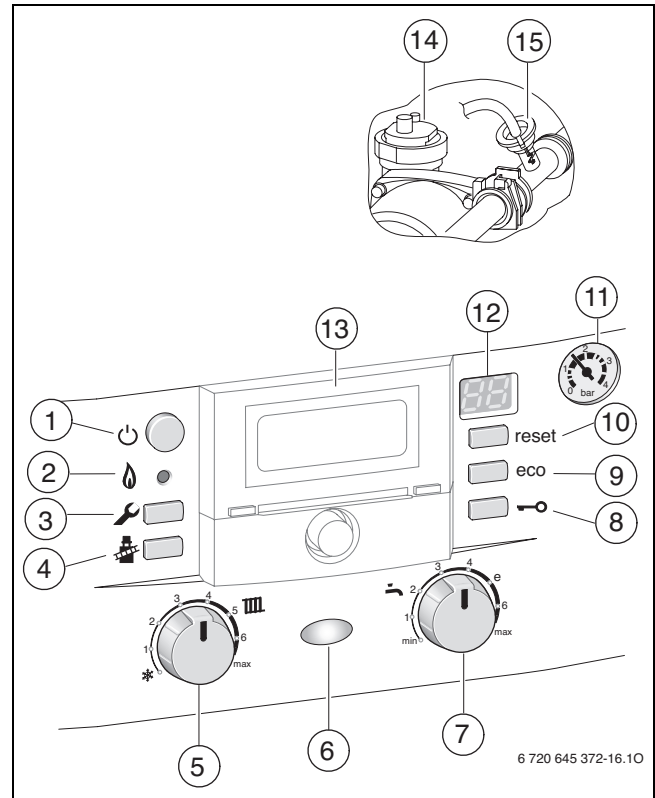

Bild 42 Übersicht der Bedienelemente
- Schlauch vom Entlüftungsventil (→ Bild 42, [15]) in ein Gefäß (z. B. Flasche) leiten und Entlüftungsventil so lange öffnen, bis Wasser austritt.
- ▶ Automatischen Entlüfter (→ Bild 42, [14], Seite 26) öffnen und nach dem Entlüften wieder schließen.